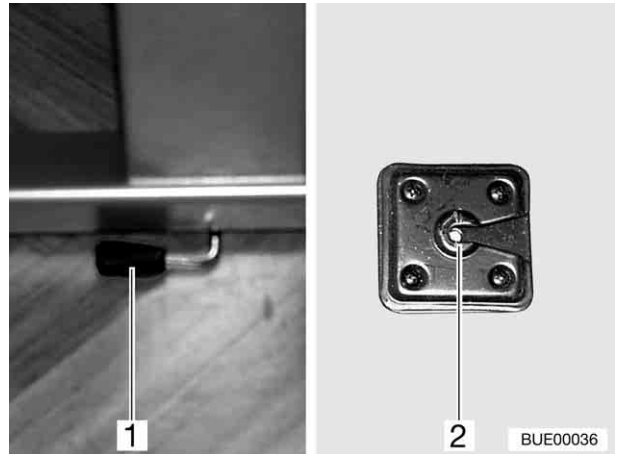

Fig. 64 Dispositif de verrouillage
- Placer le levier (Fig. 64,1) en position verticale.
- Retirer la table pivotante du support (Fig. 64,2).
- Pousser la table pivotante dans le support (Fig. 64,2).
- Enfoncer le levier (Fig. 64,1).